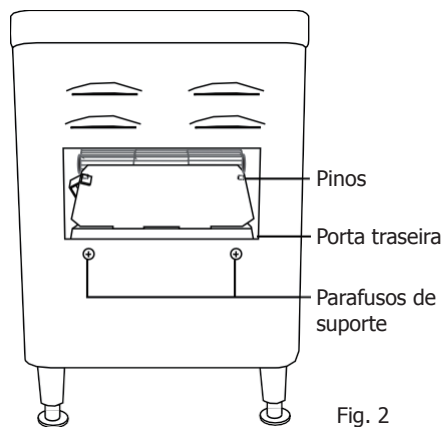

Fig. 2
2. Fixe-o no interior do aparelho aliviando o prego curvo da porta nas dois pinos existentes no final da correia [fig. 2].